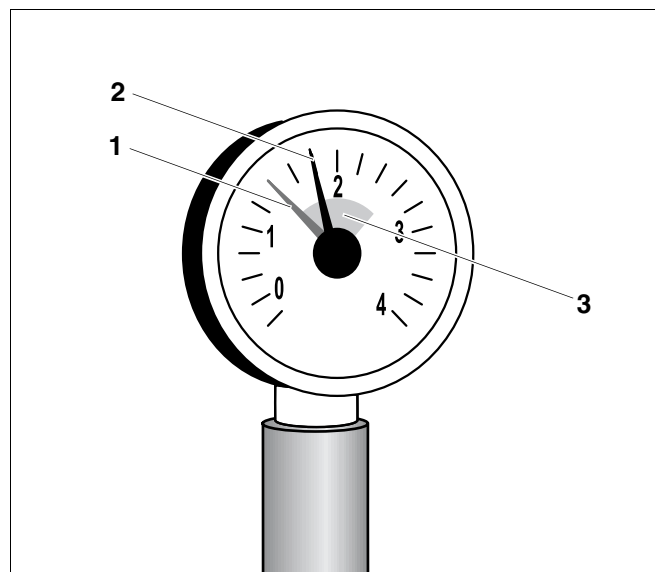

Fig. 6 Manometro per impianti con vaso d'espansione chiuso
Negli impianti con vaso d'espansione chiuso la lancetta del manometro (fig. 6, **pos. 2**) deve rimanere all'interno del campo verde (fig. 6, **pos. 3**).
La lancetta rossa di riferimento (fig. 6, **pos. 1**) del manometro deve essere impostata sulla pressione necessaria all'impianto. L'installatore imposterà il valore della pressione necessaria.
- Verificare che la lancetta del manometro (fig. 6, **pos. 2**) si trovi all'interno del campo verde (fig. 6, **pos. 3**)
Se la lancetta del manometro (fig. 6, **pos. 2**) scende al di sotto della zona verde (fig. 6, **pos. 3**), la pressione dell'acqua nell'impianto è troppo bassa. Rabboccare l'acqua di riscaldamento andata persa.
- Rabboccare acqua attraverso il rubinetto di carico e scarico fino a che la lancetta del manometro (fig. 6, **pos. 2**) rientra nel campo verde.